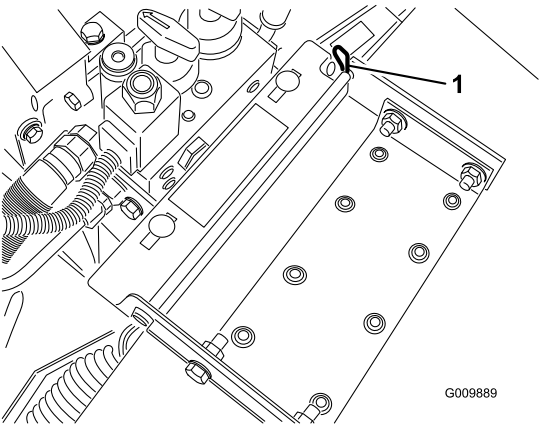

図 36
2. フードのピボット部をブラケットに固定しているコッター・ピンを抜き取る（図 36）。